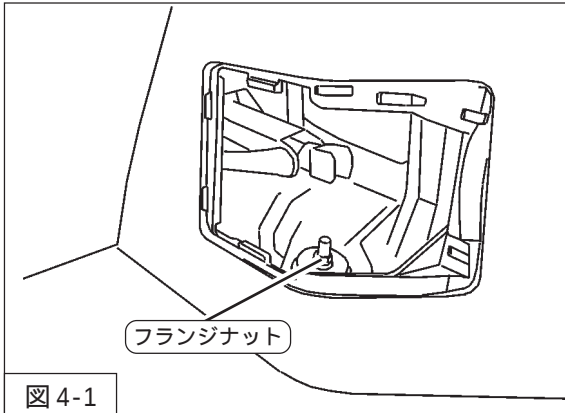

図4-1
2. フランジナット（締付トルク：29N・m）を使用して、リアダンパーASSYを車両に取付けてください。（図4-1）